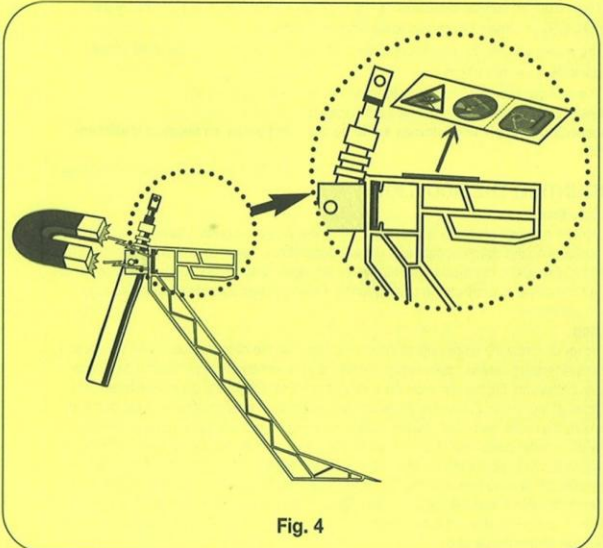

Fig. 4
- Spindeln måste alltid fixeras på sidan med en metallsarg (se fig. 4). Detta är dekalens sida.